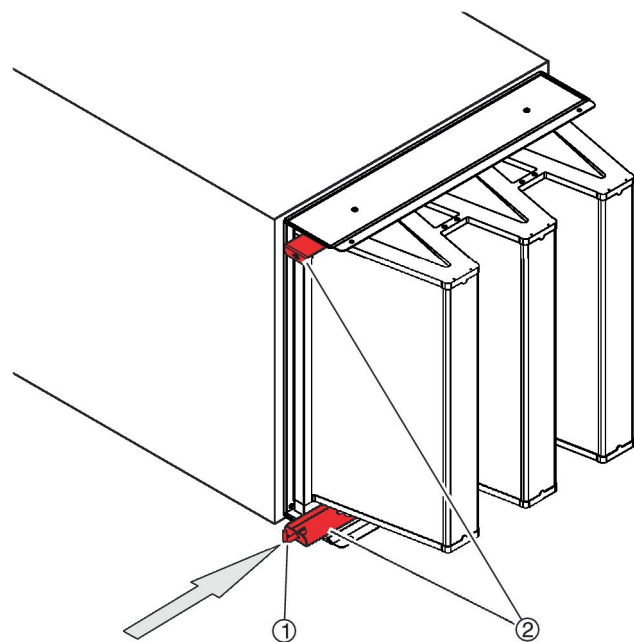

Fig. 61 : Introduire les rails de serrage en les poussant
7. ▶ Utiliser la clé spéciale (Fig. 61 /1) pour pousser les rails de fixation (Fig. 61 /2) le plus loin possible.